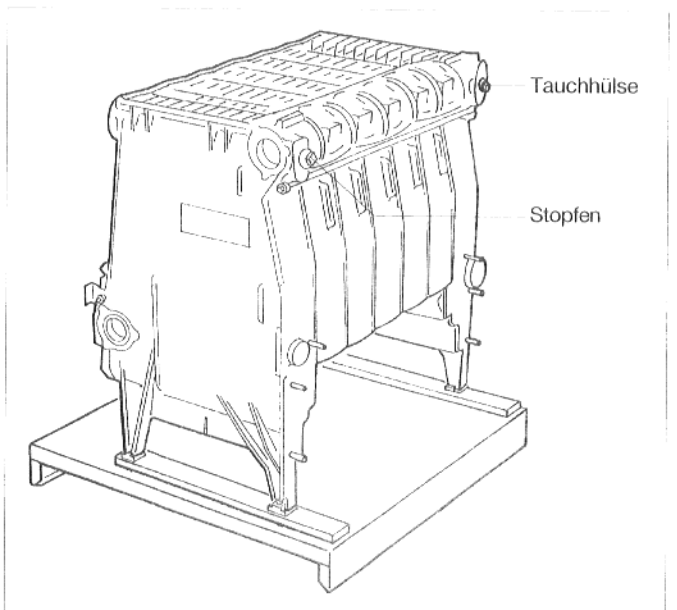

Abb. 14
- Auf der Kesselvorderseite Tauchhülse und Stopfen mit Hanf und Gewindedichtmasse eindichten (Abb. 14).